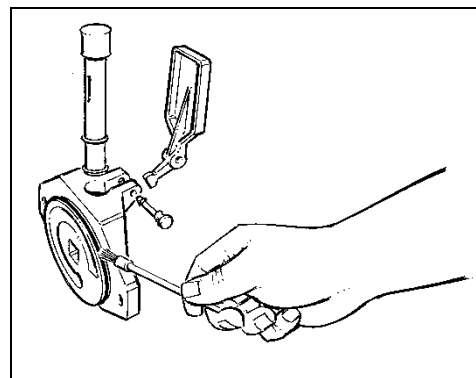

Fig. 30
- Lubrifier soigneusement le joint d'étanchéité de la bride avant (fig.30).